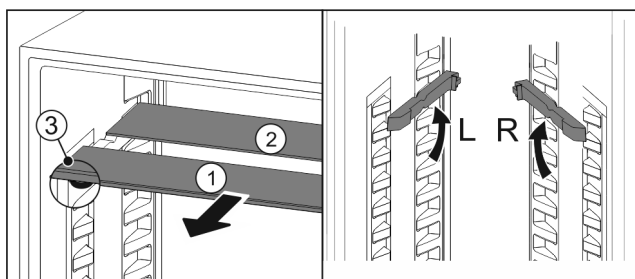

Fig. 120
- estrarre i ripiani di vetro singolarmente tirando in avanti Fig. 120 (1).
- Il piano in vetro Fig. 120 (1) con il motivo ornamentale è nella parte anteriore.
- I fermi Fig. 120 (3) sono rivolti verso il basso.